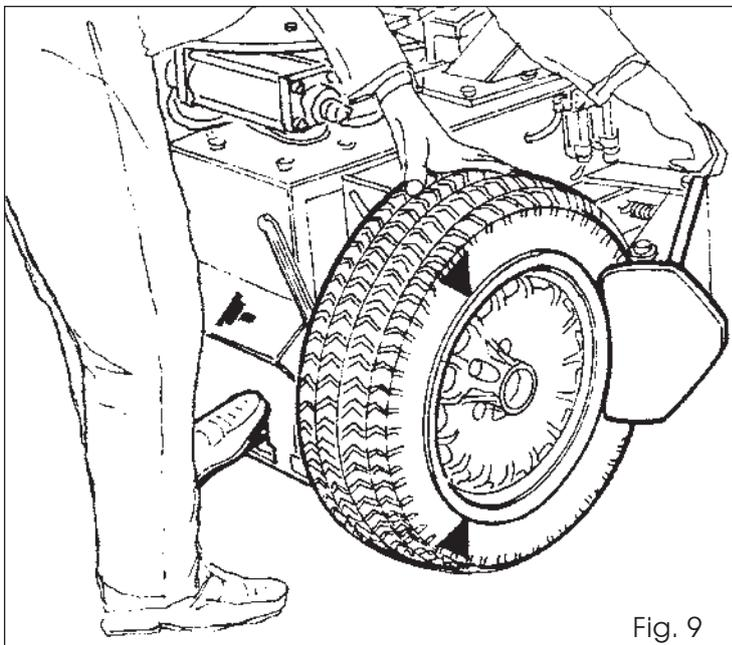

Fig. 9
- ❑ Positionner la roue comme le montre la figure 9 et amener le sabot du détalonneur contre le bord de la jante.
- ❑ Appuyer sur la pédale (11) et décoller le talon.